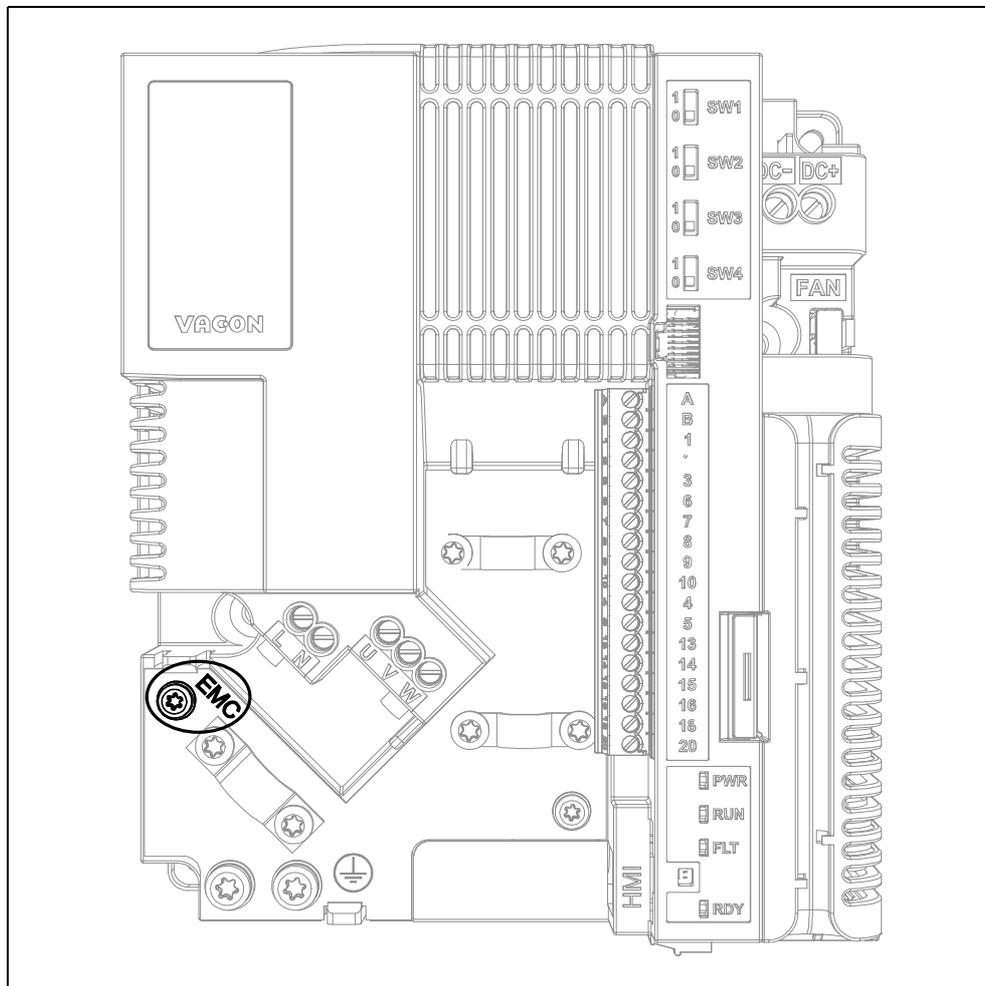

Abbildung 38. Änderung der EMV-Klasse bei der Baugröße MS2 (1-phasige Baureihe).
**1** Die EMV-Schraube entfernen, wie auf Abbildung 38 gezeigt wird.